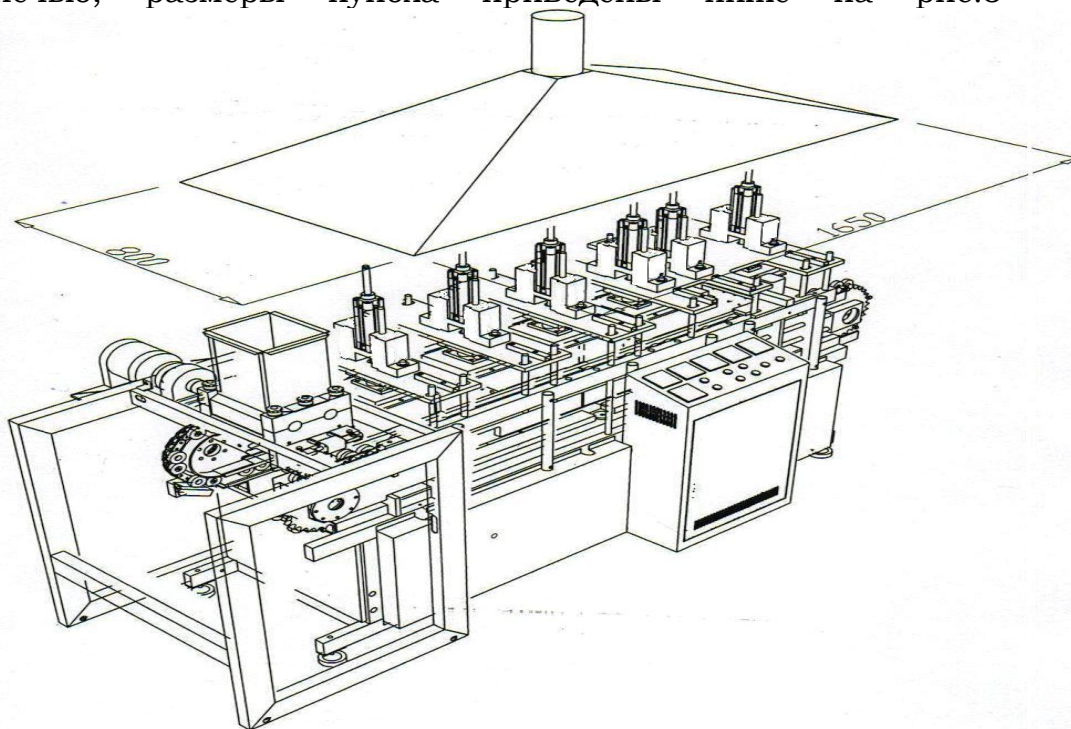

рис.3
- Вытяжка воздуха. Как и любая печь в кондитерском производстве JetNut 360.02 нуждается в воздушной вытяжке. Располагать её лучше непосредственно над самой печью, размеры купола приведены ниже на рис.3